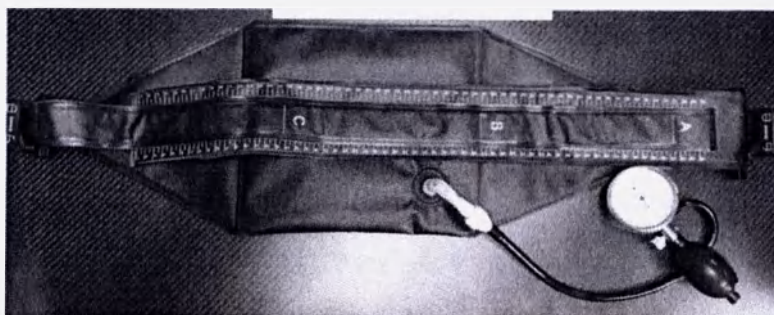

Рисунок 6
4.2.7 Компрессионный ремень (рисунок 6) – это еще одно устройство для ограничения дыхательных движений пациента при проведении стереотаксического облучения.